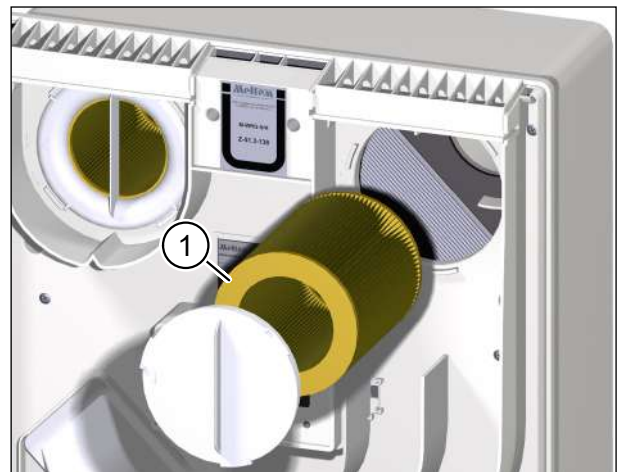

Abb. 18: Außenluftfilter entfernen
- ▶ Entfernen Sie den Außenluftfilter (Pos. 1 in Abb. 18), siehe Abschnitt 7.3 auf Seite 12.